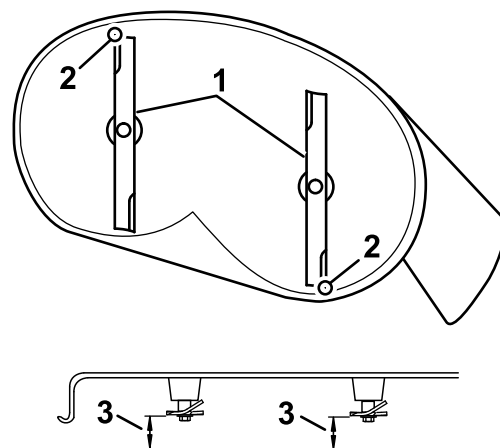

Figure 66
4. Faites pivoter les lames avec précaution pour faire passer les pointes avant à l'arrière (Figure 66).
5. Mesurez la distance entre la pointe de la lame avant et la pointe de la lame arrière par rapport à la surface plane (Figure 66).